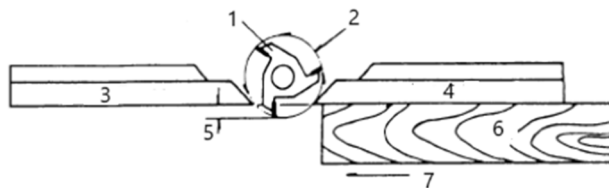

Figure 1
1. Pour la plupart des travaux, où une partie du bord de la pièce n'est pas touchée par la fraise, les guides avant et arrière sont en ligne droite, comme illustré dans la figure 1.